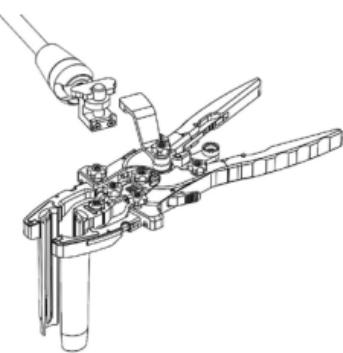

Figura 12
- Si utiliza la **interfaz de brazo** (ML-0902), después de asegurarse de que la **interfaz de brazo** se haya fijado en el marco del **retractor**, lleve el **brazo articulado, pinza de soporte, grande** (ML-0063) al extremo proximal de la **interfaz de brazo** y asegure la **pinza de soporte de brazo** a la **interfaz de brazo**. (Figura 12)